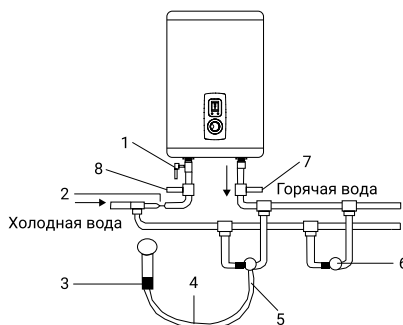

Рис. 5
1. Установка водонагревателей серий ZWH/S Azurro существенно облегчается возможностью установить их как вертикально, так и горизонтально в любом месте вашего дома, в отапливаемом (!) помещении. Желательно установить водонагреватель как можно ближе к месту использования горячей воды, поскольку чем меньше длина труб, тем меньше потери тепла. Как показано на рис. 5а, при горизонтальной установке водонагревателя трубы подвода должны быть расположены справа. При установке водонагревателя рядом со стеной, оставьте рекомендованное свободное пространство для технического обслуживания. Не устанавливайте водонагреватель на горизонтальной поверхности и вплотную к полу.
Во избежание протечек при подключении трубопровода на концы резьбовых соединений следует установить комплектные резиновые уплотнительные прокладки. Если необходимо реализовать систему водоснабжения на несколько водоразборных точек, используйте способ соединения (см. рис. 5).
Рис. 5а